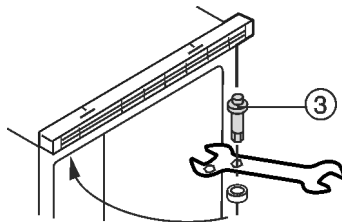

Fig. 3
- ▶ Викрутіть верхній шарнірний гвинт Fig. 3 (3) і загвинтіть їх з протилежного боку **(з моментом 4 Нм)**.
- ▶ Навісьте дверцята на верхній шарнірний гвинт Fig. 3 (3) і закрийте.